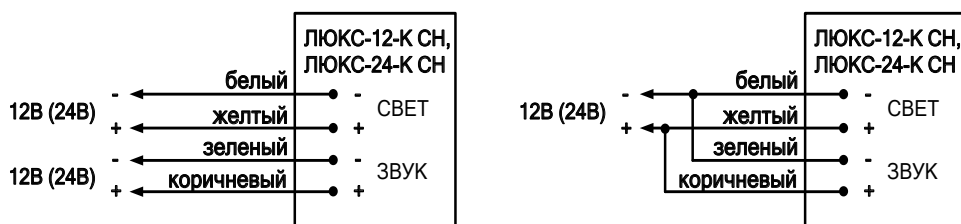

Рис.1. Схема подключения.
3.2. Подключение изделий должно выполняться в соответствии со схемой (рис.1.).